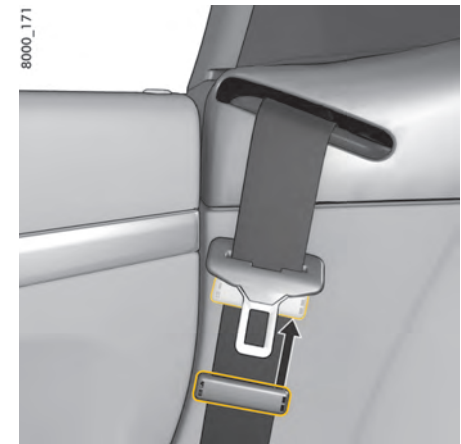

Fig 51 : Rangement de la ceinture de sécurité
3. Amenez la languette de verrouillage jusqu'à env. 7 cm sous l'étrier de renvoi de l'enrouleur et bloquez-la à l'aide de la glissière en plastique (Fig. 51).